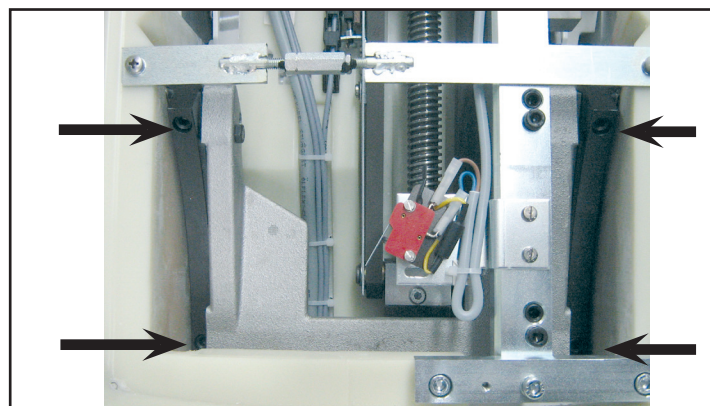

Abb.: 5
- Nachjustieren der Rückenlehne durch leichtes Festziehen der Inbusschrauben (**Abb.: 5**)